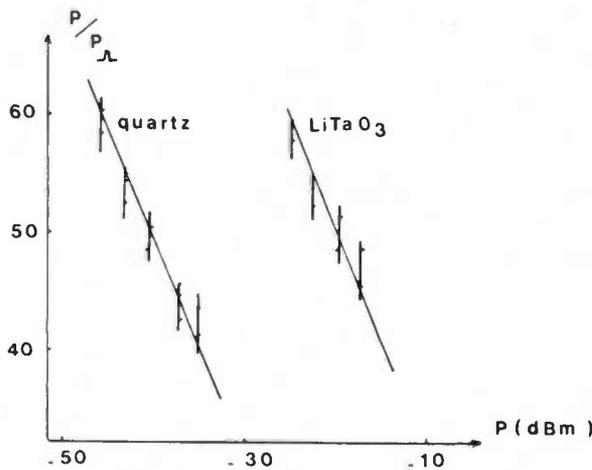

Fig. 6. - Quartz et tantallate de lithium, 456 KHz.
3.3.4. *Intermodulation présente dans des résonateurs à quartz et tantalate de lithium en basse fréquence : 456 KHz.* — Les résultats précédents ont été qualitativement confirmés par des mesures effectuées sur des résonateurs à quartz et tantalate de lithium fonctionnant à 456 KHz sur un mode de cisaillement de surface (fig. 6). L'étude théorique de tels résonateurs n'a pas encore été traitée mais les résultats expérimentaux obtenus pour ces deux résonateurs dont la gamme de fonctionnement est comparable, est significative. L'ensemble des résultats précédents exprime que le tantalate de lithium a des non linéarités élastiques plus faibles que celles du quartz et qu'il est donc tout particulièrement intéressant pour la fabrication de filtres à forte puissance.